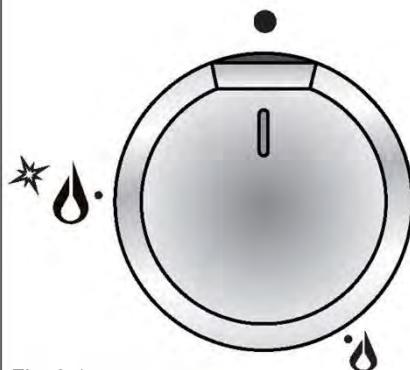

Fig. 2.1
El flujo de gas a los quemadores se regula girando los mandos (ilustrados en la Fig. 2.1) que controlan las válvulas de seguridad.
1. Pulse el mando correspondiente y gire en sentido contrario a las agujas del reloj (Fig. 2.2) hasta la posición de llama completa marcada por el símbolo  (Fig. 2.1); mantenga pulsado el mando hasta que la llama se haya encendido.